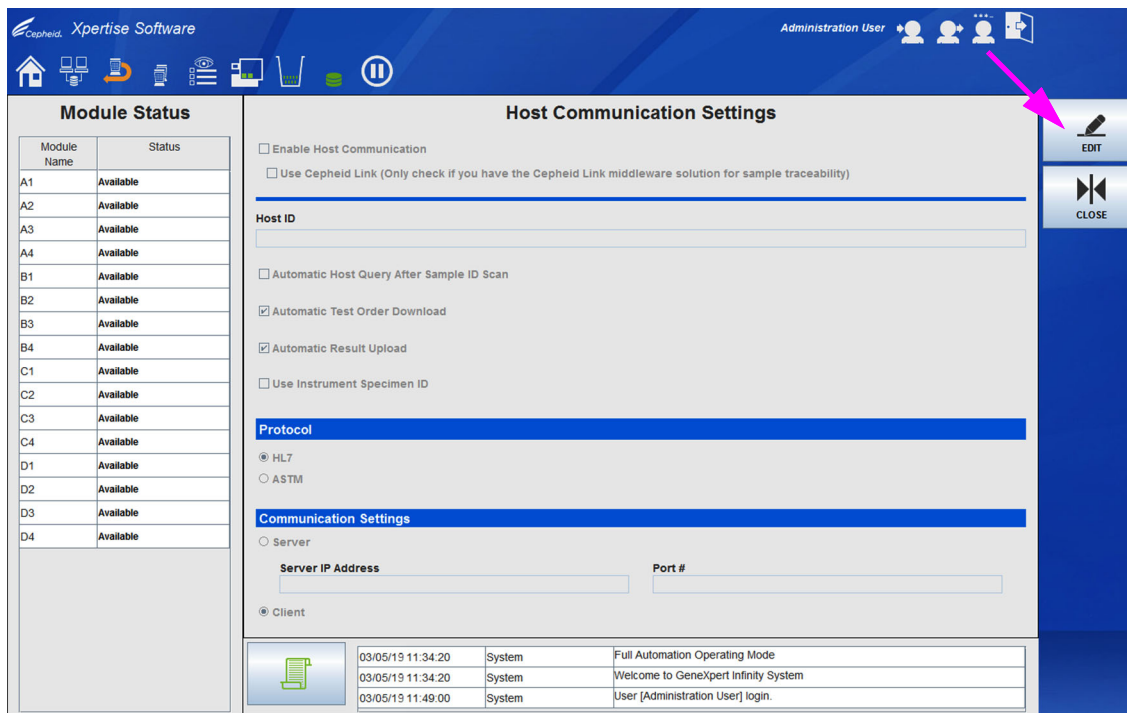
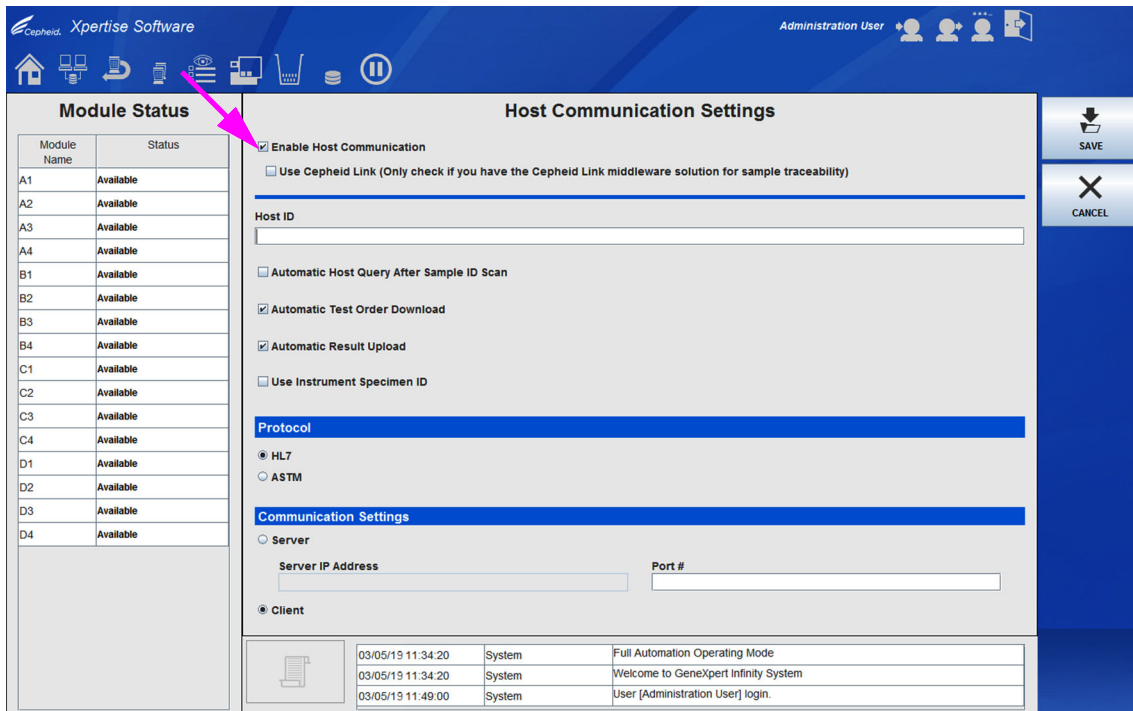

图 2-31. 主机通信设置 (Host Communication Settings) 工作区
图 2-32. 激活的主机通信设置 (Host Communication Settings) 工作区
2. 选择**主机通信设置 (HOST COMMUNICATIONS SETTINGS)** 按钮（参见图 2-23）以显示主机通信设置 (HOST COMMUNICATIONS SETTINGS) 工作区。请参见图 2-31。
3. 在主机通信设置 (Host Communications Settings) 工作区，选择**编辑 (EDIT)** 按钮（参见图 2-31）以允许编辑主机通信设置。此时，主机通信设置 (Host Communications Settings) 工作区已激活并且可如 图 2-32 中所示编辑。如果您不想编辑主机通信设置，选择**取消 (CANCEL)** 按钮。
4. 要启用主机通信，在工作区的左上角选择**启用主机通信 (Enable Host Communication)** 复选框（参见图 2-32）。这可以允许在主机通信设置 (Host Communication Settings) 工作区中选择其他选项。
主机通信设置 (Host Communication Settings) 工作区 (参见图 2-32)
2. 选择**主机通信设置 (HOST COMMUNICATIONS SETTINGS)** 按钮 (参见图 2-23) 以显示主机通信设置 (Host Communications Settings) 工作区。请参见图 2-31。
3. 在主机通信设置 (Host Communications Settings) 工作区，选择**编辑 (EDIT)** 按钮 (参见图 2-31) 以允许编辑主机通信设置。此时，主机通信设置 (Host Communications Settings) 工作区已激活并且可如图 2-32 中所示编辑。如果您不想编辑主机通信设置，选择**取消 (CANCEL)** 按钮。